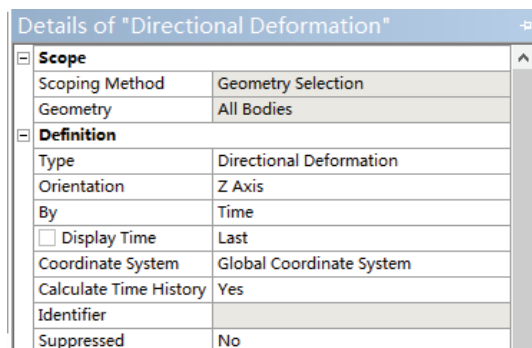

图 15-16 设置变形图
3) 选择视图区域的零件, 然后单击 Details of “Directional Deformation” 细节窗口中 Geometry 选项下的 Apply 按钮, 然后设置细节窗口如图 15-16 所示, 此时添加 Z 向变形的等值线云图。